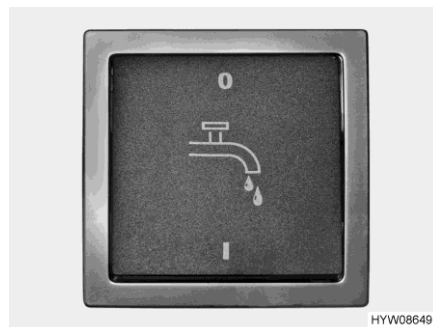

Bild 124 Brytare (vattenpump)
- ▷ Innan man kan använda vattenkranarna måste 12 V-försörjningen och vattenpumpen tillkopplas på panelen via brytaren (Bild 124). Vattenpumpen arbetar inte annars.